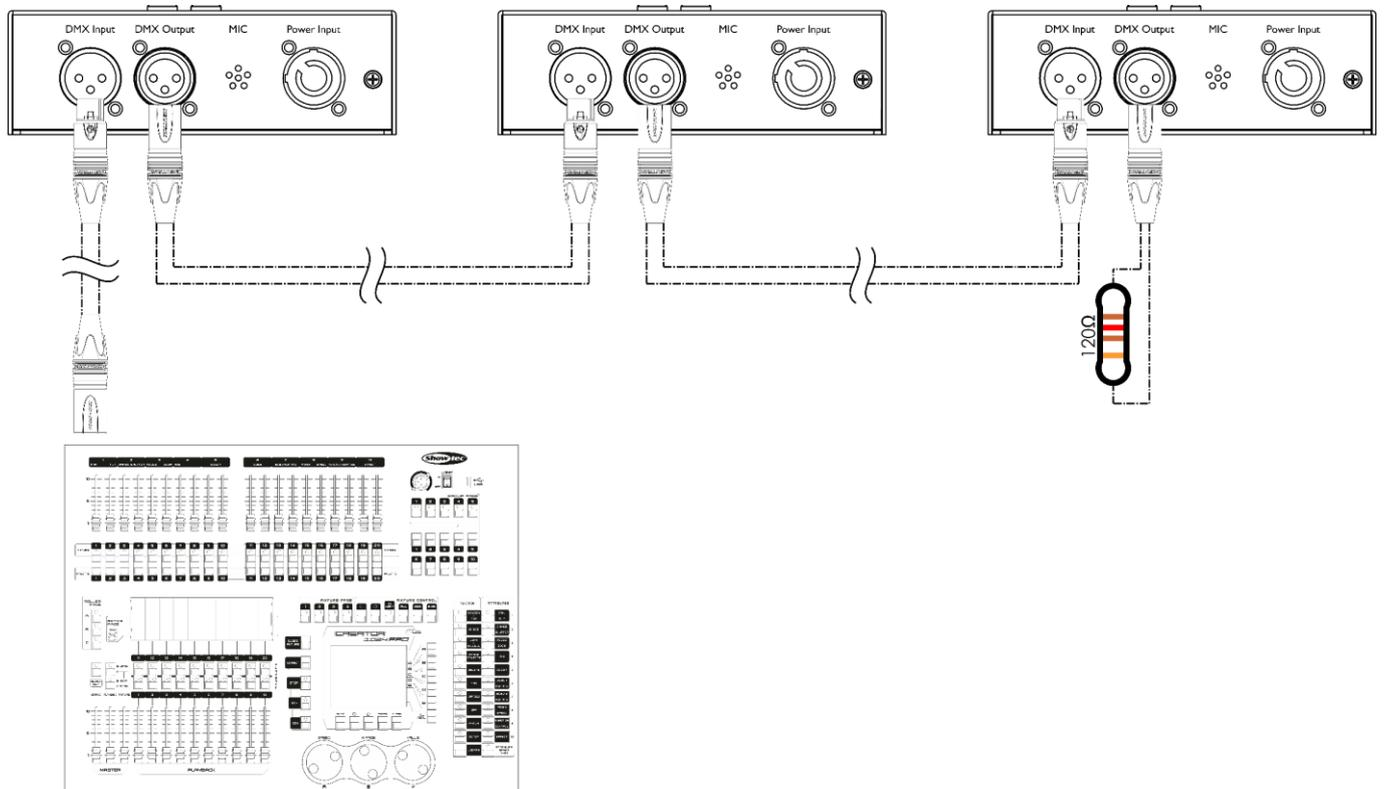

Fig. 04
- 04) Conecte las unidades entre ellas como se indica en la Fig. 04. Conecte un cable de señal DMX que vaya desde el conector DMX OUT (salida) de la primera unidad al conector DMX In (entrada) de la segunda unidad. Repita este proceso para interconectar las unidades segunda, tercera y cuarta.